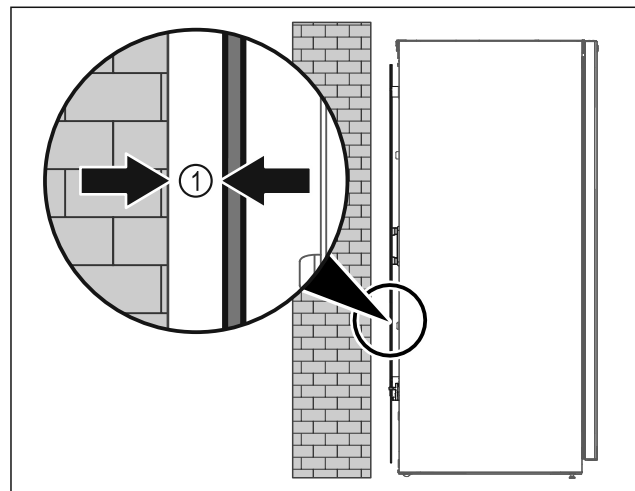

Fig. 10
- ▶ Posizionare l'apparecchiatura in un punto a piacere del locale (libera installazione) oppure addossato a una parete a una distanza minima di 5 mm Fig. 10 (1).